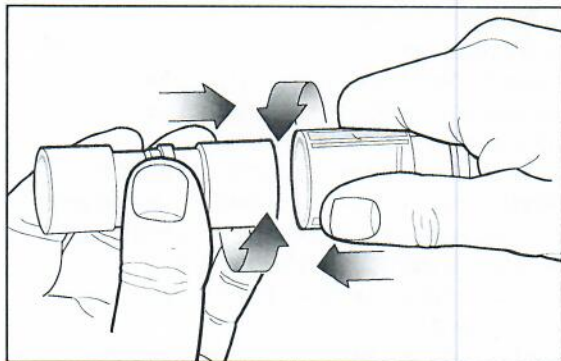

Рисунок 1.
Присоедините коннекторы шлангов дыхательного контура к патрубкам (отверстиям) вдоха и выдоха аппарата - при подсоединении используйте приём «дави-крути». (рис.1). Если применимо, снимите красный пылезащитный колпачок с Y-образного элемента дыхательного контура.
1. Надежно присоедините дыхательный мешок к дыхательному контуру - при подсоединении используйте приём «дави-крути» (рис. 1).